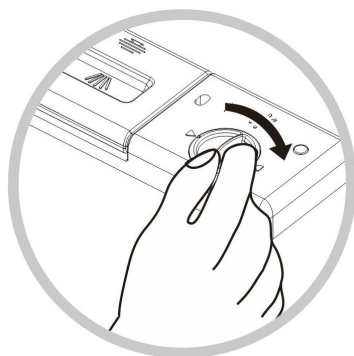

Рис. 11
3. Установите крышку на место и поверните ее в направлении, указанном стрелкой (вправо), до фиксации (рис. 11).